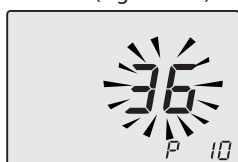

Figura 5.51
- Scorrere i vari parametri utilizzando i tasti 18 o 19 fino a far apparire sul display LCD le lettere **P10** e il valore del parametro, indicanti l'entrata nel "parametro 10" (Figura 5.51).